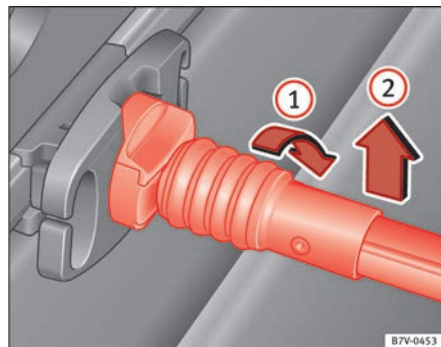

Fig. 98 Desenganche la red para el equipaje.
- Gire la varilla de sujeción 90° hacia la derecha ⇒ **fig. 98 ①** hasta que se vea la marca roja en la varilla. Extraiga la varilla de sujeción hacia arriba **②**.